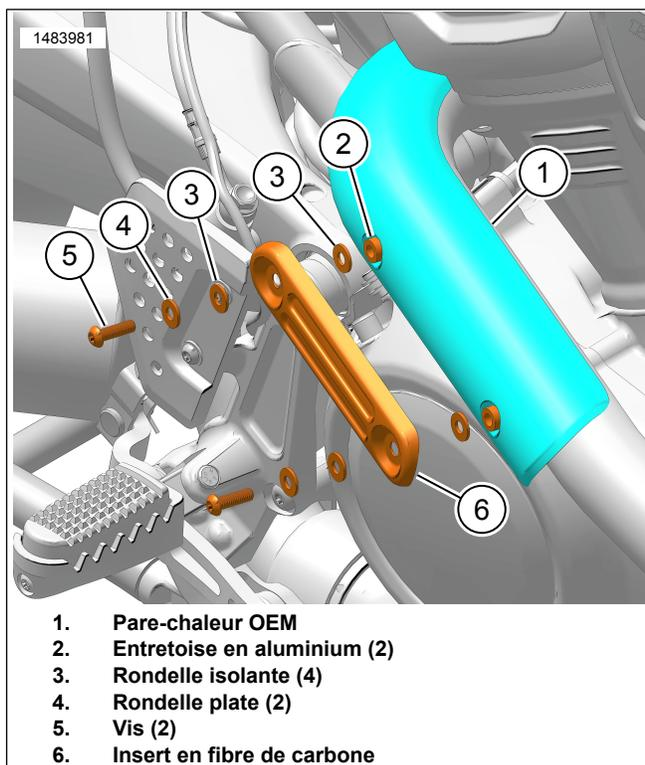

Figure 3. Insert en fibre de carbone
1. Figure 3 Appliquer du frein filet sur les vis (5).